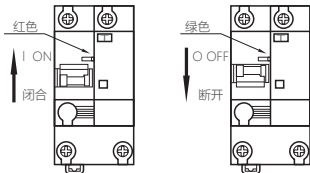

图2 产品闭合、断开状态指示
5.1 安装前先检查断路器标志与所使用的工作条件是否相符，闭合、断开状态指示如下图2